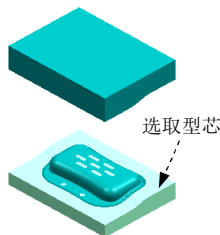

图 1.19 选取移动对象
(1) 选择对象。在对话框中选择 **选择对象** 单选按钮, 选取图 1.19 所示的型芯, 按 Shift 键, 单击以取消选中上一步选中的型腔。